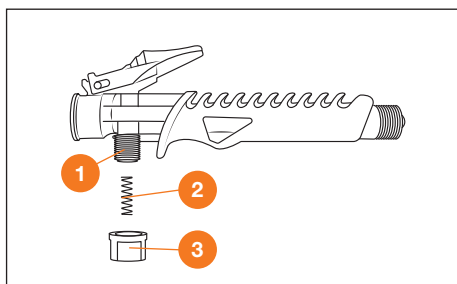

Рис. 27
Разберите рукоятку управления: открутите торцевую пробку ⑤, извлеките пружину ②, промойте в чистой воде, просушите, смажьте пружину и уплотнительное резиновое кольцо ① силиконовой смазкой, плотно закрутите торцевую пробку (Рис. 27).